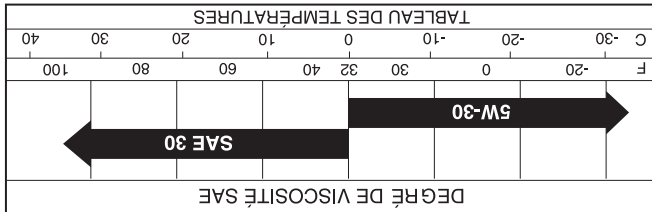

FIG. 10
- (Voir les Figs 10 et 11) - Déterminez la gamme de températures prévue avant le changement d'huile. Toute l'huile doit avoir la classification API SG-SL.